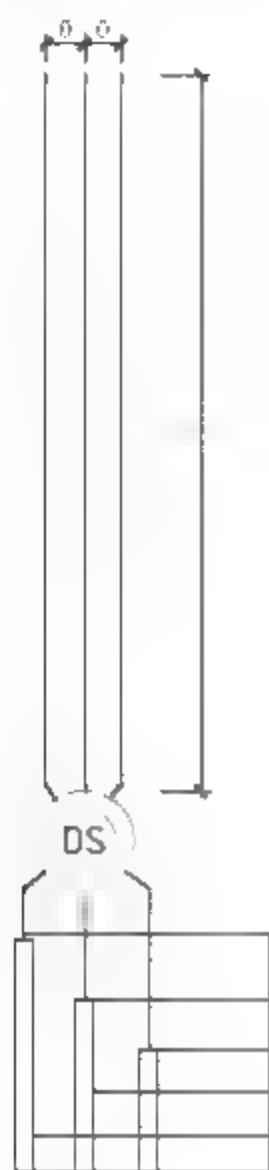

图 11-6 绘制线路
**06** 调用L【直线】命令，绘制如图11-6所示的线路。